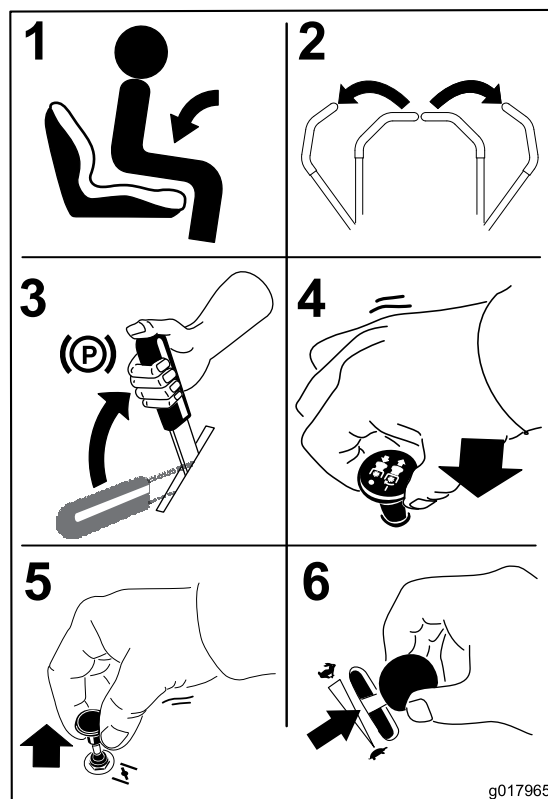

Figura 14
1. Siéntese en el asiento (Figura 14).
2. Mueva los controles de movimiento hacia fuera a la posición de bloqueo/punto muerto (Figura 14).
4. Mueva el mando de control de las cuchillas a la posición de Desconectado (Figura 14).
6. Mueva la palanca del acelerador a un punto intermedio entre las posiciones de rápido y lento (Figura 14).